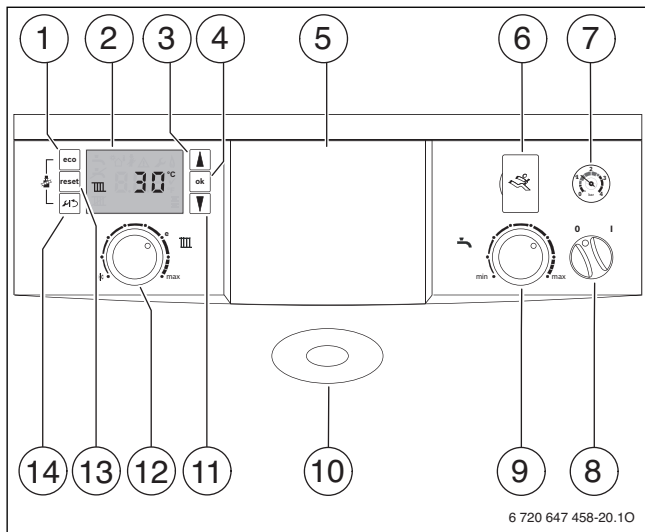

Fig. 4 Éléments de commande
- Régulateur en fonction des intempéries installé dans l'appareil, → fig. 4, [5].